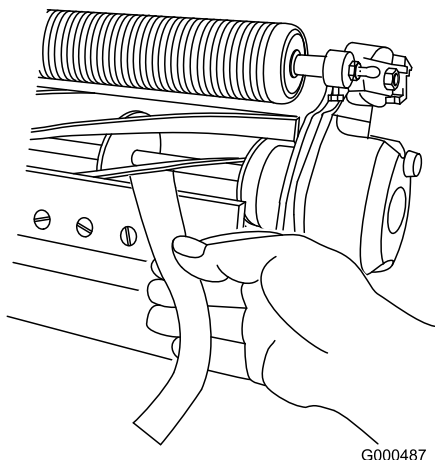

Bild 5
2. Einstellschraubenmutter für Untermesser (2)
B. Führen Sie einen langen Streifen des Schneidleistungspapiers senkrecht zum Untermesser (**Bild 5**) zwischen die Spindel und das Untermesser ein, drehen Sie die Spindel dann **langsam** nach vorne. Sie sollte das Papier zerschneiden. Wiederholen Sie ansonsten die Schritte **A** und **B**, bis das Papier zerschnitten wird.
11. Führen Sie einen langen Streifen des Schneidleistungspapiers senkrecht zum Untermesser (Bild 5) zwischen die Spindel und das Untermesser ein, drehen Sie die Spindel dann **langsam** nach vorne. Sie sollte das Papier zerschneiden. Drehen Sie sonst jede Einstellschraube des Untermessers um einen Klick nach rechts und wiederholen Sie diesen Schritt, bis das Papier zerschnitten wird.